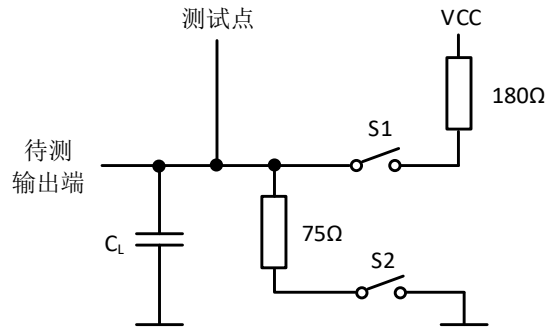

图1. 开关特性测试电路
3. 测试电路如图 1, 其中 C_L 包括了探针和插座的寄生电容; 输入信号由波形发生器提供, 且输入信号应当满足: $PRR\leq 1MHz$, $Z_O\approx 50\Omega$, $t_r\leq 15ns$, $t_f\leq 6ns$; 每个使能端都是单独测试的。